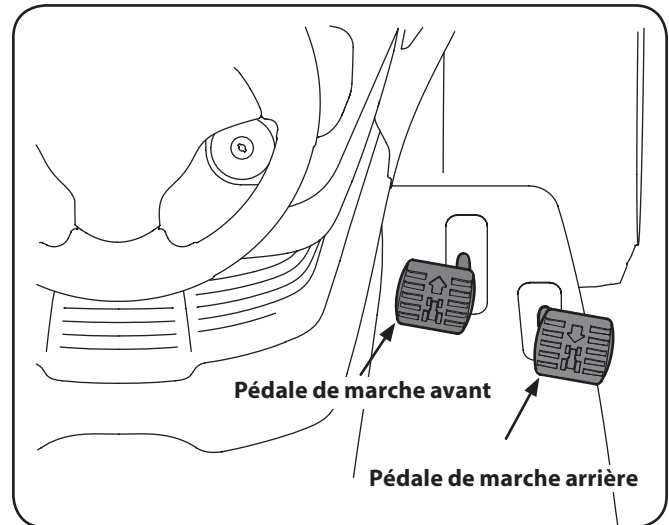

Figure 5-2
1. Appuyez légèrement sur la pédale de frein (○) pour désengager le frein de stationnement (P). Placez le levier d'accélération à la position RAPIDE (🐰) (lapin).
2. Pour vous déplacer en marche avant, appuyez doucement sur la pédale de marche avant (➡️) jusqu'à ce que vous atteigniez la vitesse désirée. Voir Figure 5-2.
3. Pour vous déplacer en marche arrière, regardez d'abord derrière vous, puis appuyez doucement sur la pédale de marche arrière (⬅️) jusqu'à ce que vous atteigniez la vitesse désirée. Voir Figure 5-2.